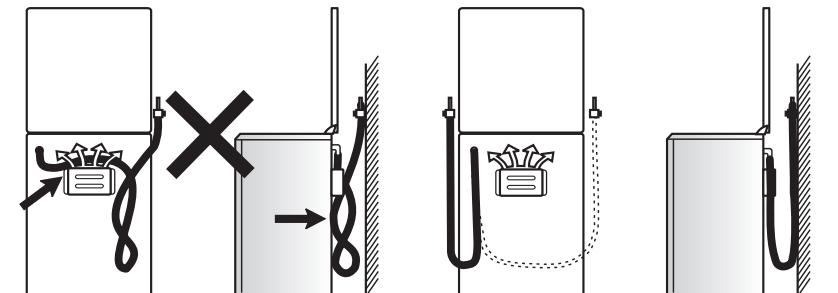

Рис.15
- шланг не должен проходить в зоне горячего воздуха дымохода и касаться задней стенки плиты (рис.15);
**ПОМНИТЕ:** После установки плиты на место обязательно проверьте положение гибкого шланга подвода газа и шнура питания (рис.15). Они не должны проходить над дымоходом и касаться задней стенки плиты. Во время работы духовки там возникает большая температура, которая может их повредить.